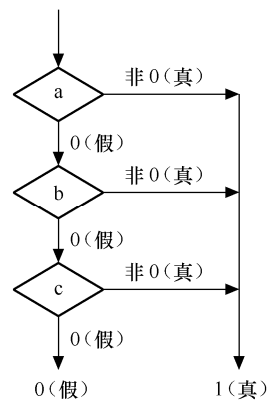

图 3-7 $a||b||c$ 的判别过程
2) $a||b||c$ 只要 a 为“真”（非 0），就不必判断 b 和 c ；只有 a 为“假”，才判别 b ； a 和 b 都为“假”才判别 c 。判别过程如图 3-7 所示。